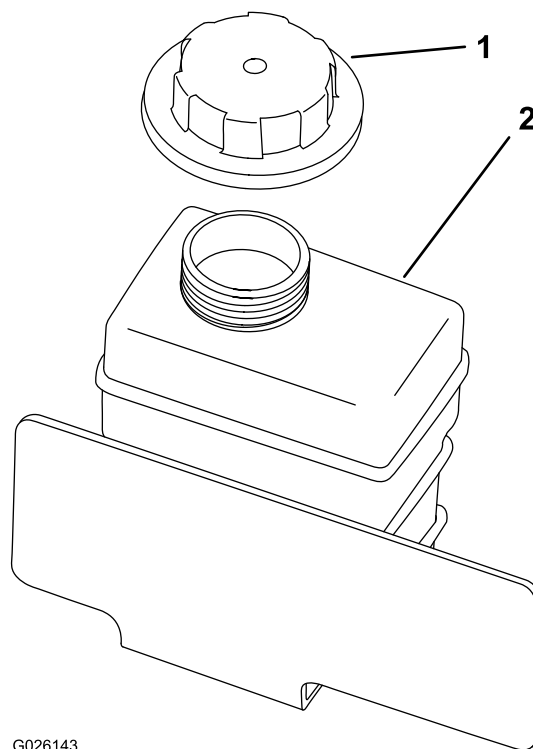

Figura 56
4. Rimuovete il tappo del serbatoio di riserva (Figura 56).
8. Rabboccate lentamente il serbatoio di riserva del refrigerante fino alla base del collo del bocchettone di riempimento (Figura 56).
9. Rimuovete il tappo del serbatoio di riserva (Figura 56).